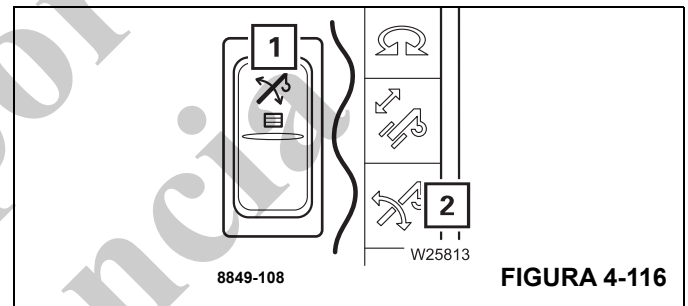

FIGURA 4-116
- Pulse el botón en el apoyabrazos derecho (1), (Figura 4-116), una vez.
- El símbolo (2), (Figura 4-116), se tornará de color verde si se activa el mecanismo de elevación/descenso.